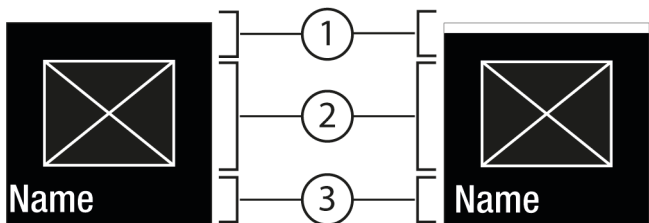

Fig. 6
- Установка нового значения: С помощью Подтвердить Fig. 5 (2) выбрать деактивированное значение Fig. 6 (1).
- Назад в меню: С помощью Подтвердить Fig. 5 (2) выбрать уже активированное значение Fig. 6 (2).
- ▷ Состояние: активировано *Fig. 6 (1)* появляется ненадолго в Подменю *Fig. 7 (4)*.